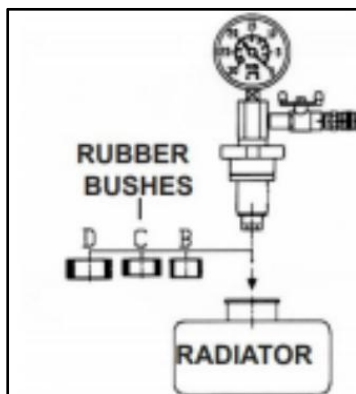

FIG.1
3. 2 Använd en lämplig bussning (bild 1) för att montera föremålet i kylarens påfyllningshals (eller utloppsbehållaren, om sådan finns).